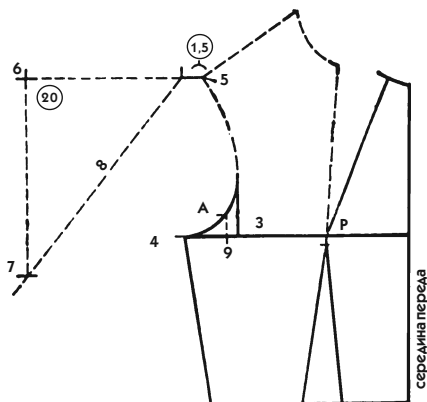

Рис. 681
- От засечки 5 до засечки 6 (рис. 681) проведите горизонтальную линию длиной 20 см перпендикулярно линии середины.
- От засечки 4 отложите по горизонтали 4,8 см и поставьте засечку 9 (см. рис. 681).
7. **Проверка правильности положения засечки А** (рекомендации для случаев неверного расчета ширины проймы). Если распределение ширины проймы было сделано верно, засечка А будет находиться на определенном расстоянии от вертикальной линии 3 (см. рис. 681). Это расстояние составит:
- Расстояние от засечки А до засечки 11 (см. рис. 682) равно расстоянию между засечками 4 и 9 (см. рис. 681) и составляет 4,8 см.
- **Положение точки A на спинке** определяется не по чертежу проймы, а лишь копированием на просвет, и зависит от кривизны проймы и степени наклона линии бокового среза спинки. Если линия бокового среза спинки в самом деле слишком наклонена к линии бокового среза переда, точка A может располагаться выше линии проймы. Если точка A выше более чем на несколько миллиметров, следует исправить наклон линий боковых срезов переда и спинки от засечки 4 (см. рис. 681), а затем провести новую линию надреза на перед.